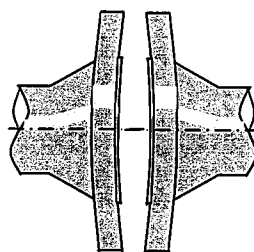

図5 フランジの変形
- フランジが変形していると、正確な締付面圧がかけられず漏れの原因となりますのでフランジを交換するか、修正してください。(図5参照)